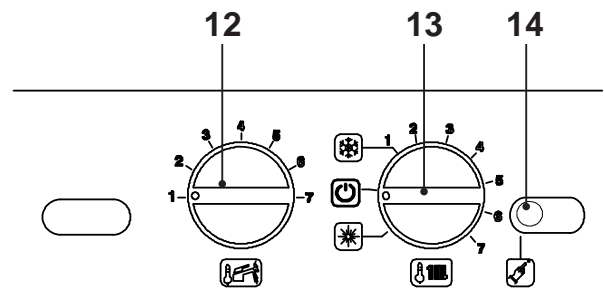

Fig. 5.61
- Per uscire dalla programmazione posizionare il selettore di funzione / manopola regolazione temperatura riscaldamento 13 come indicato in Fig. 5.61.